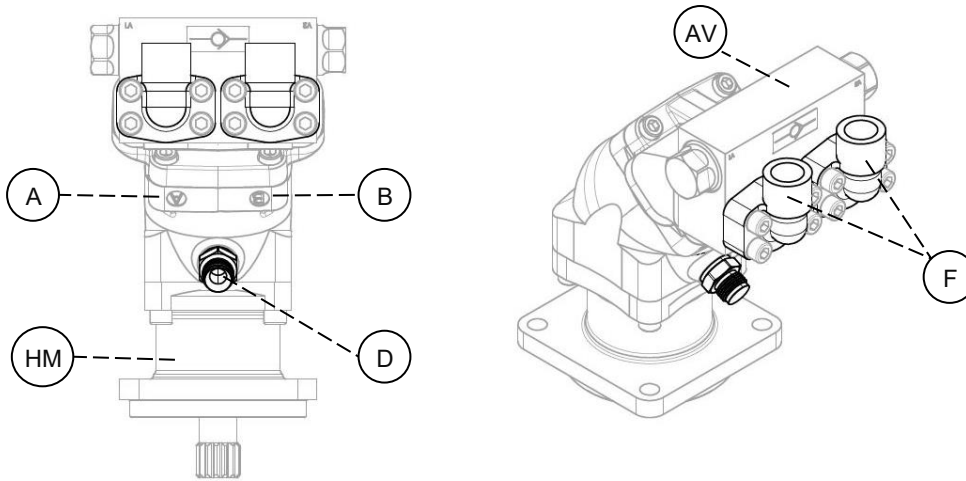

Abb. 27
Der Hydraulikmotor (HM) hat einen Montageflansch gemäß **SAE C**. Der Hydraulikmotor hat zwei Anschlüsse mit den Kennzeichnungen (A) und (B). Am Motor befinden sich ein Antikavitationsventil (AUS) und 2 **G3/4"**-Flansche (F) gemäß SAE J518-3/4 6000 psi und ein **UNF 7/8-14** für einen **G1/2**-Ablassadapter (D) – siehe Abb. 27.